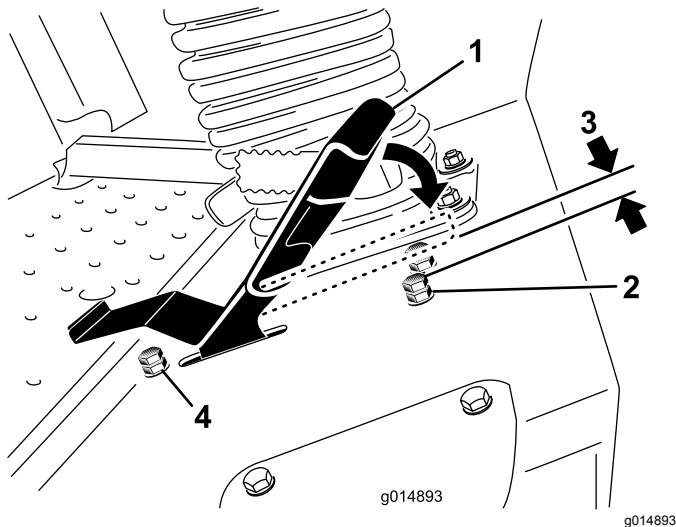

Figura 50
3. Allentate il controdado sul bullone di fermo del pedale della trazione (Figura 50).